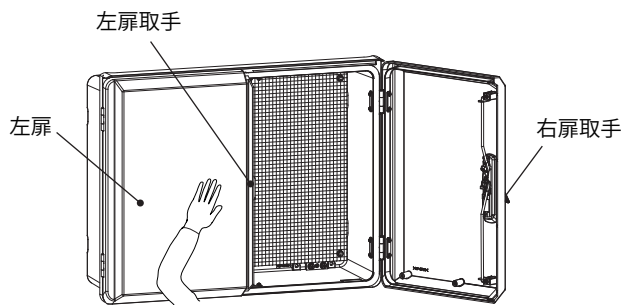

図 4
- ・両扉製品は左扉をしっかり押さえた状態で開閉してください。風などにより左扉が急に開き、破損、脱落、けがの原因となります。(図 4)